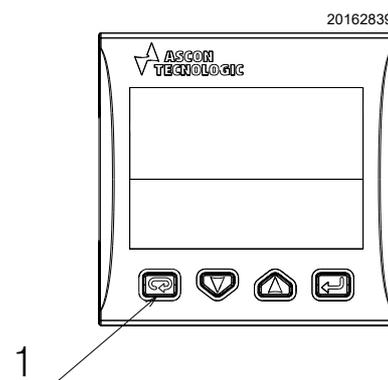

Abb. 42
- den Alarmzustand durch Drücken der Taste 1)(Abb. 42) auf der Temperaturkontrollvorrichtung zurücksetzen;